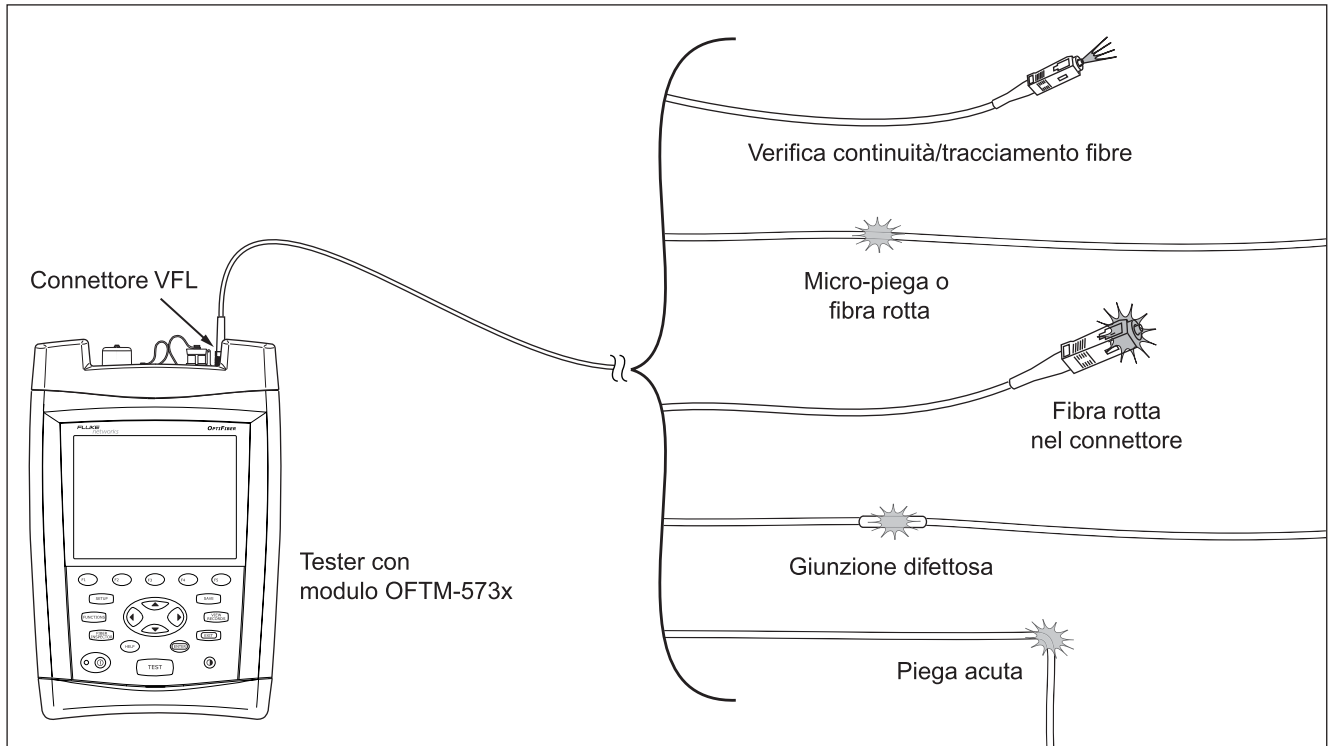

Figura 34. Uso del localizzatore visivo guasti
- 6 La luce rossa individua fibre o guasti, come illustrato nella figura 34.